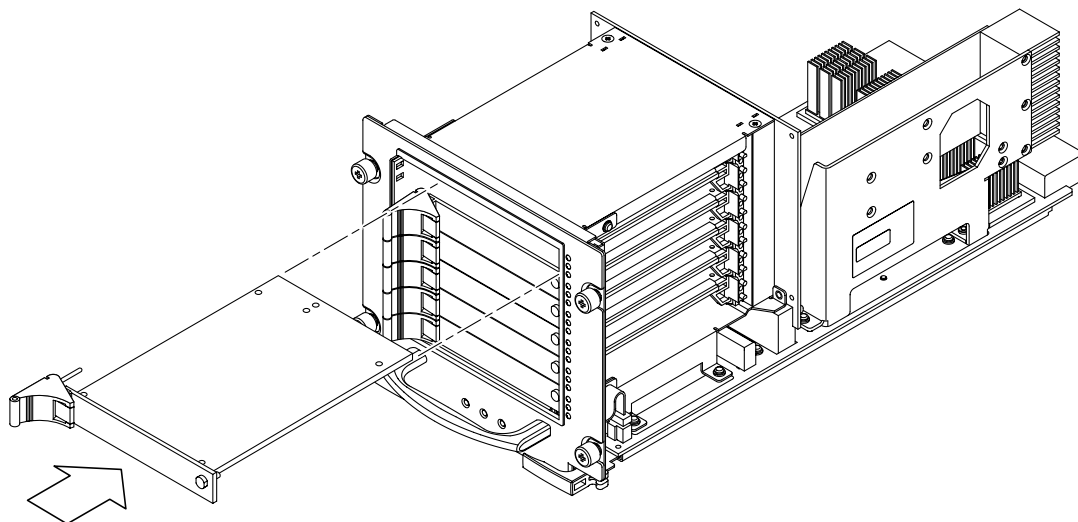

図 10-7 CompactPCI カードの取り付け
4. カードの側面または正面パネルを持ち、2つのガイドの間のスロットにカードをスライドさせます (図 10-7)。